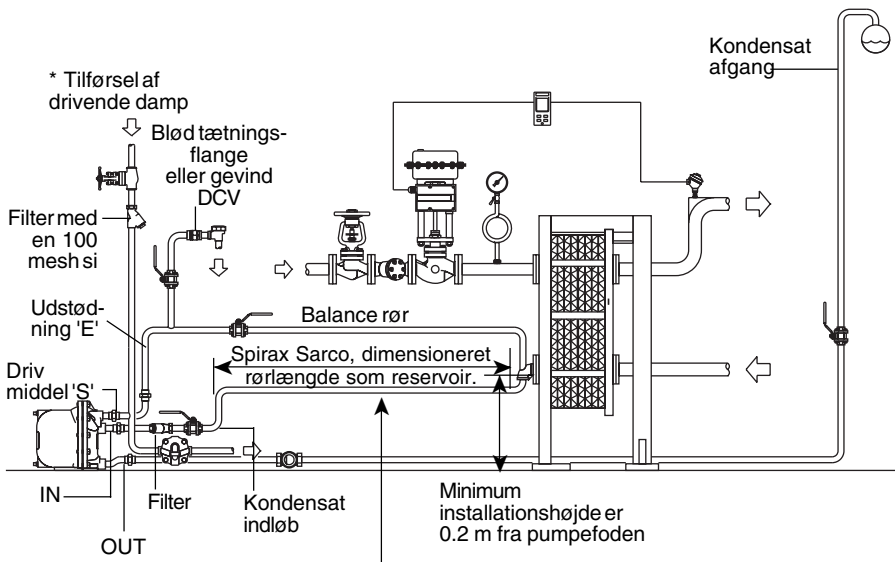

Fig. 11
Det anbefales, at kondensat reservoiret placeres minimum 1 rørdiameter under proces udløbet, men så højt som muligt over APT10 pumpe udladerens indløb. Det er vigtigt, at der monteres et Y-formet Spirax Sarco filter med en maximal perforering på 0.8 mm på kondensat indløbet til APT10, som vist i Fig. 11.
APT10 pumpeudladeren har 4 tilslutningsporte. DN20 (¾") porten (mærket, IN) skal tilsluttes afgangens på det udstyr, der skal drænes, og DN20 (¾") porten (mærket OUT) skal tilsluttes kondensat returføringen. Flow pilene indikerer flowretningen. DN15 (½") porten, mærket (S), skal tilsluttes tilførslen af den drivende damp. \* **Det er vigtigt at denne tilførsel konstant drænes for kondensat ved brug af en Spirax Sarco vandudlader og filtreres med et 100 mesh filter.** DN15 (½") gevind porten mærket (E) skal føres tilbage til kondensat afgangens fra udstyret, der drænes, (så tæt på afgangens som muligt). Denne balance rørføring skal altid være tilsluttet toppen af kondensat røret, som vist i Fig. 11. **Bemærk:** APT10 udladeren kan fastgøres ved hjælp af de to Ø12 mm huller i foden af dækslet.